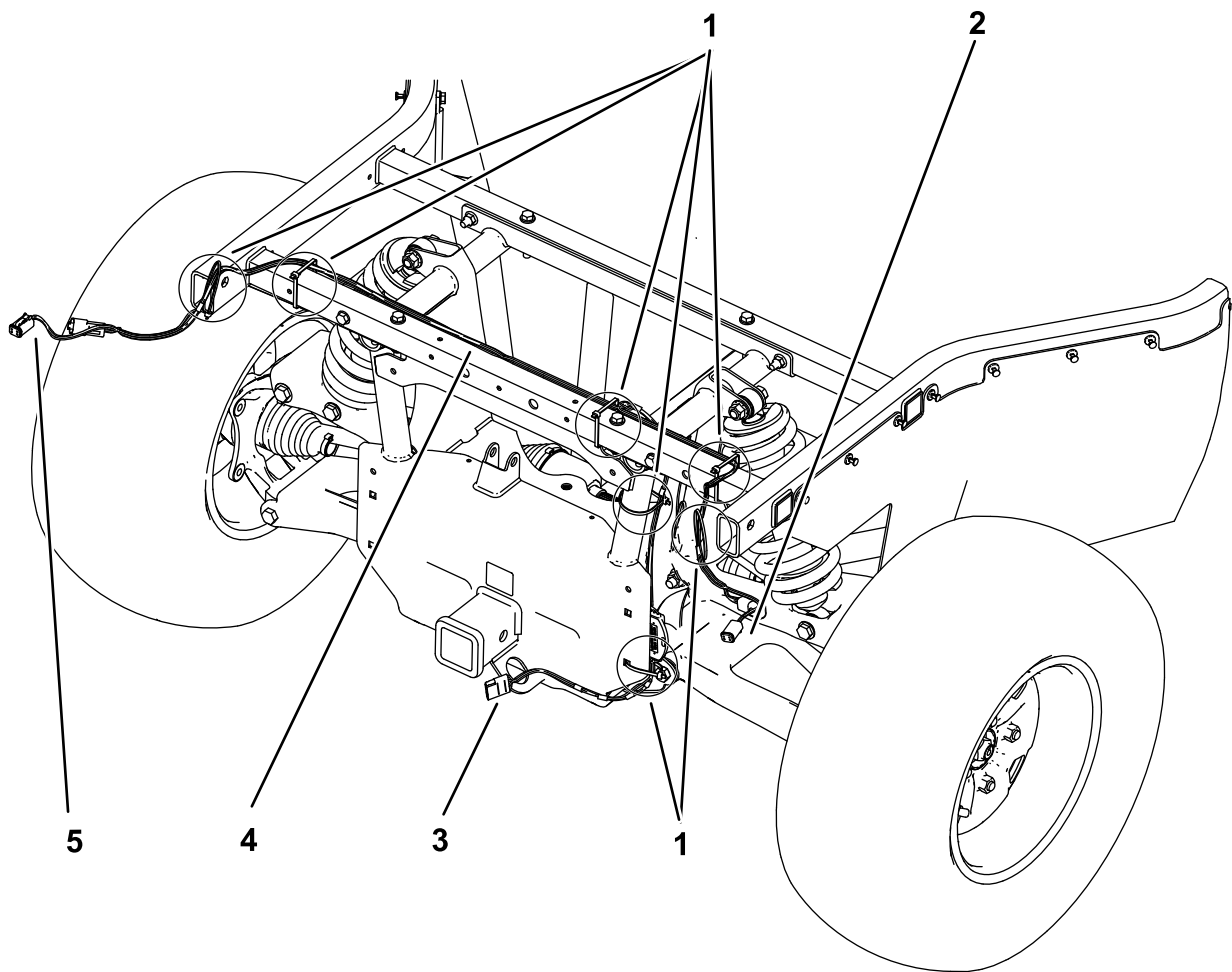

Figura 4
2. Separe los dos lados del arnés y dirija cada uno a lo largo de la parte inferior del tubo del bastidor trasero hasta las aberturas en los travesaños del bastidor lateral, tal y como se muestra en la Figura 4.
6. Con las 7 bridas de cable, fije el arnés de cables de las luces del remolque al tubo trasero y al arnés de cables principal en las ubicaciones mostradas en la Figura 4.